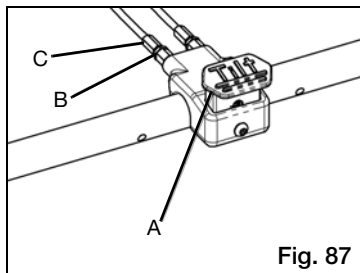

Fig. 87
- Libere el pedal de basculación de pie (Fig. 87:A).
- Utilizando dos llaves de 10mm, afloje la tuerca (Fig. 87:B) mientras sostiene el ajustador (Fig. 87:C) en su sitio. Repita en el cable opuesto.